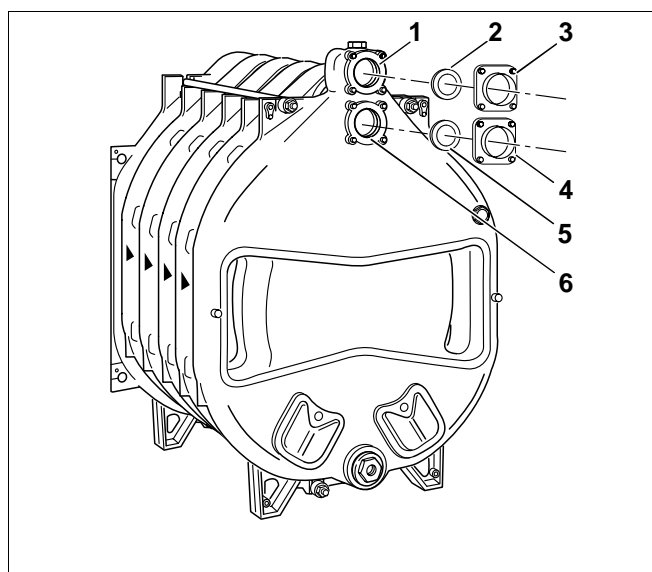

Fig. 23 Montering af tilslutningsflange
- Ved den senere tilslutning af returløbet monteres svejseflangen på øverste nippelgang (med påsvejst rørføring (Fig. 23, **pos. 6** – returløbstilslutning). På figuren ses svejseflangen og pakningen (Fig. 23, **pos. 4 og 5**).
- Fremløbsflangen (Fig. 23, **pos. 3**) med pakning (Fig. 23, **pos. 2**) skal bruges til den efterfølgende tilslutning af fremløbet (Fig. 23, **pos. 1**).